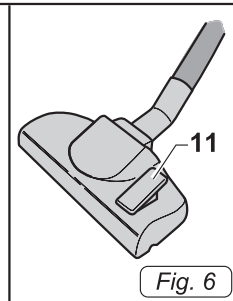

Fig. 6
- Agganciare alla prolunga (10 Fig. 6) l'accessorio voluto (bocchetta di aspirazione, spazzola a pennello, bocchetta a lancia, spazzola multiuso, ecc..)
- Per pulire pavimenti duri, parquet, ecc.. premere indietro la leva (11 Fig. 6) per estrarre le setole dalla spazzola.
- Per aspirare su tappeti, moquettes, ecc.. premere in avanti la leva (11 Fig. 6) per far rientrare le setole della spazzola.